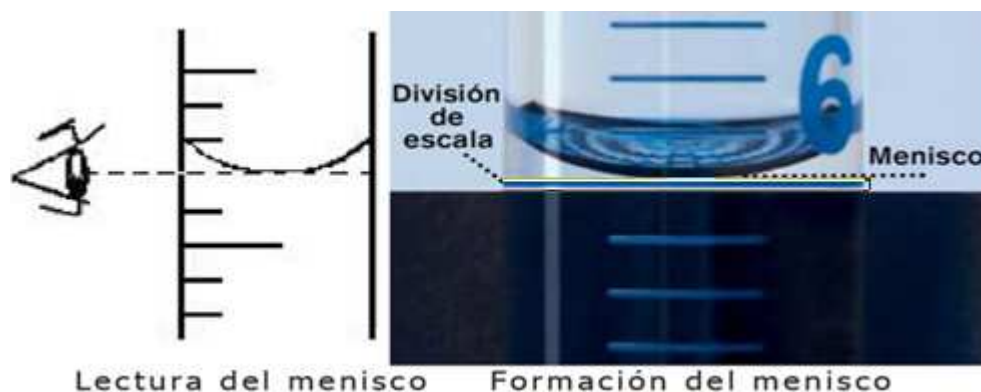

Figura 1. Visión en paralelo del menisco
- Para tomar la lectura del volumen en el RVP y RVT, se observa el menisco que se forma en el visor. Para evitar el error de paralaje se debe leer el menisco en su punto más bajo. Ver figura 1.